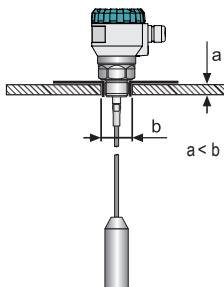

Abb. 8: Installation des Füllstandmessers in der Decke eines Betonsilos
- Bei Installation in der Decke eines Betonsilos muss die Öffnung (b) größer sein als die Deckenstärke des Betonsilos (a), siehe Abb. 8.